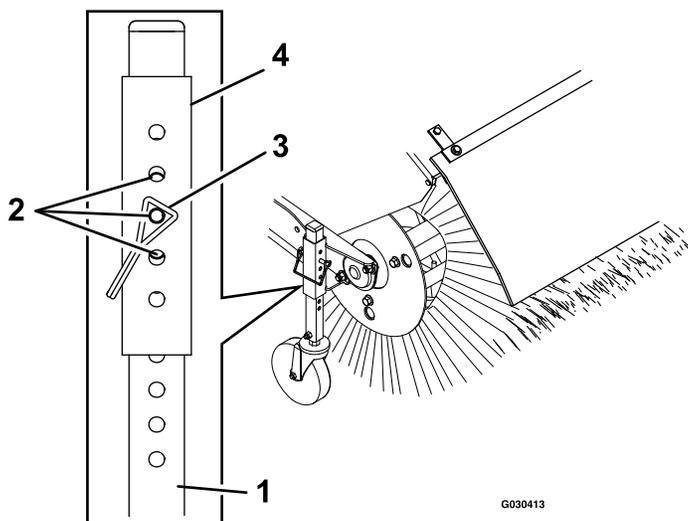

Figure 17
5. Pour régler la hauteur du balai, retirez et conservez la goupille du manchon de réglage et du tube de la roue pivotante (Figure 17).
- Pour effectuer des réglages précis, faites coulisser le manchon de réglage d'un trou à la fois vers le haut ou le bas sur le tube de la roue pivotante pour régler la hauteur du balai par paliers de 3 mm (1/8 po) (Figure 17). Répétez les opérations 5 à 7 pour l'autre roue pivotante.